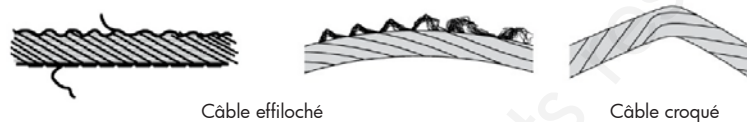

Fig. 5
- Si le câble d'acier est endommagé (effiloché ou croqué, voir fig. 5 ci-dessous), faites-le remplacer par un professionnel. Utilisez toujours des pièces de rechange originales.